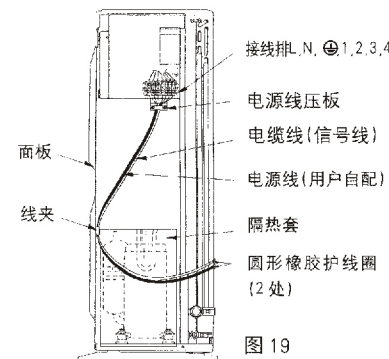

图19
- (1) 卸下右侧板上 6 个螺钉, 将右侧板向下取下。
- (2) 将电缆线与电源线从圆形橡胶护线圈中穿出。
- (3) 将电缆线与电源线按图 19 所示, 按电气原理图正确连接。
- (4) 将电缆线与电源线, 用电源线压板压紧, 以防止接线端子受力后脱落。
- (5) 将电缆线与电源线固定在面板上的线夹中。
- (6) 重新装上右侧板。